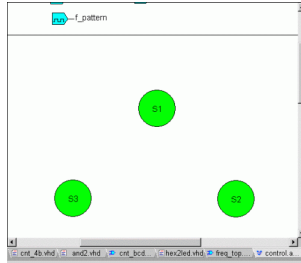

Рисунок 1.38 – Розміщення станів
1.2.7.9 Таблиця переходів приведена в таблиці 1.6. Це автомат Мура, що має три стани. За допомогою інструменту  **State** розмістіть стани в нижній частині вікна редактору FSM (рис.1.38).